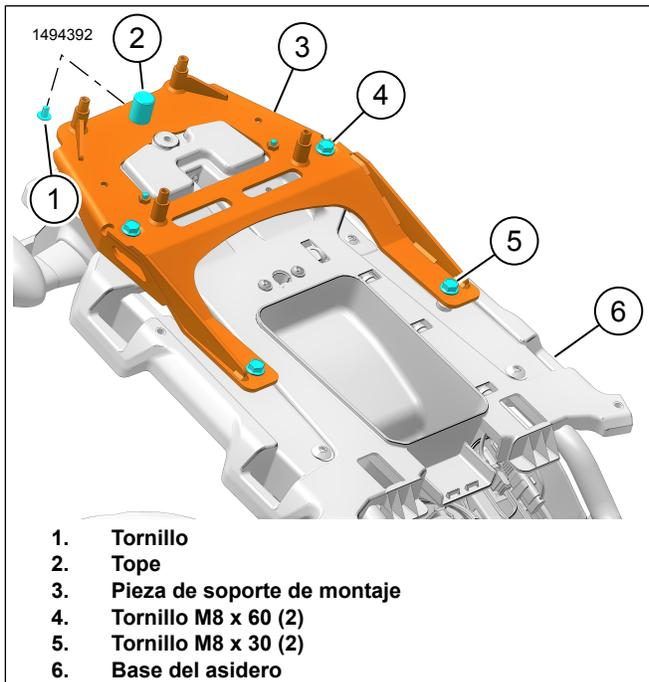

Figura 8. Soporte de fijación
5. Vea la Figura 8. Instale el parachoques (2) y el tornillo (1) al soporte de montaje (3).
- a. Apriete el tornillo (1).
7. Vea la Figura 8. Instale la pieza de soporte de montaje (3).
- c. Vea la Figura 8. Apriete los tornillos (4, 5).